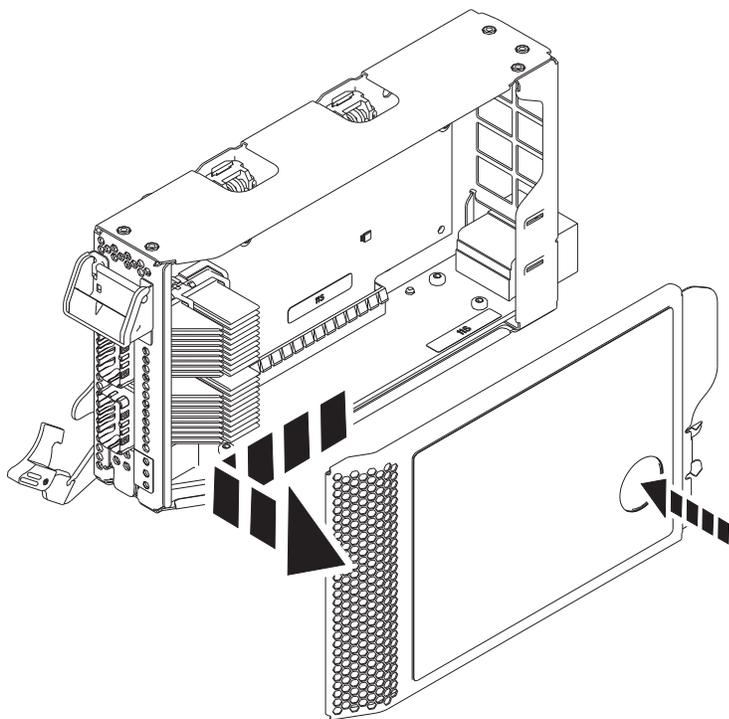

図 15. PCIe アダプター・カセット・カバーの取り外し
- a. 17 ページの図 15 に示されているカセット・カバーの赤褐色のボタンを押して、カセットからカバーを外します。